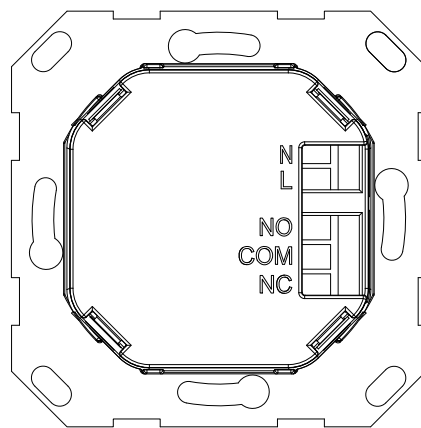

Fig. 2: Parte posterior del mecanismo empotrado
- Conecte la tensión de alimentación de 230 V CA a los bornes L y N en la parte posterior del mecanismo empotrado (véase fig. 2).
- La conexión de los actuadores se realiza a través de los bornes NO / COM / NC en la parte posterior del mecanismo empotrado (véase fig. 2 y el capítulo "Contacto libre de potencial").
El sensor de aire ambiente CO₂ dispone de un contacto libre de potencial en el que se debe conectar un actuador. Los bornes de conexión del contacto libre de potencial se encuentran en la parte posterior del mecanismo empotrado (véase fig. 2).